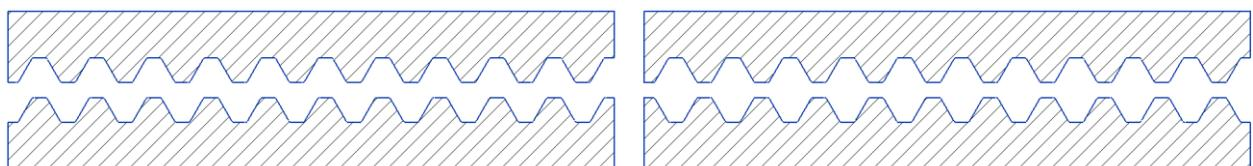

Рис. 8 Конфигурация щек "зуб-впадина" и "зуб-зуб"
1.4.5 Установка щек возможна в двух конфигурациях (рис. 8)